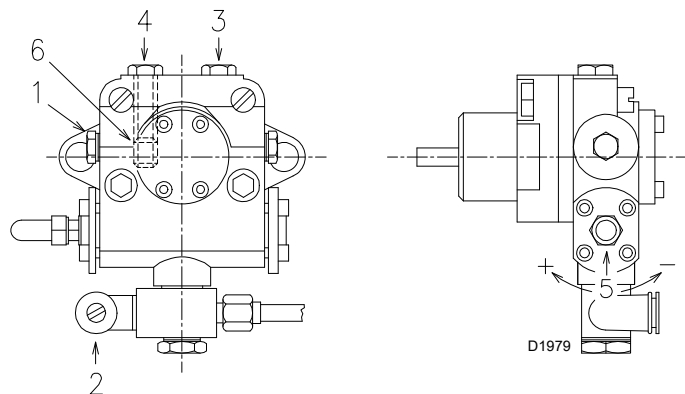

Abb. 31
Damit sich die Pumpe selbst einschalten kann, muss die Schraube 3)(Abb. 31) an der Pumpe gelockert werden, damit der Ansaugschlauch entlüftet wird.
- Den Brennstoff durch Positionieren des Wahlschalters (Abb. 31) auf "OIL" auswählen.
- Die Pumpe ist eingeschaltet, wenn aus der Schraube 3)(Abb. 31) Heizöl austritt.